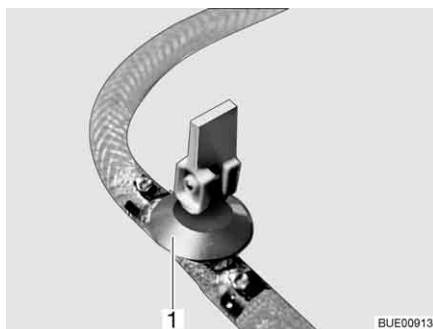
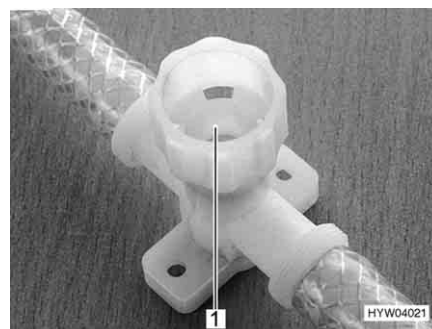

Fig. 248 Torneira de descarga (com alavanca basculante)
Fig. 249 Torneira de descarga (com tampa rotativa)
- Feche todas as torneiras de descarga. Para isso, coloque a alavanca basculante da torneira de descarga (Fig. 248,1) em posição horizontal ou gire a tampa da torneira de descarga (Fig. 249,1) no sentido dos ponteiros do relógio.